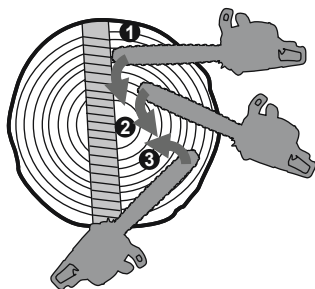

Рисунок 14. Схема розпилювання колоди із використанням зубчастого упору електропили.
2. Розпиляти колоду, занурюючи пилку в деревину методом обертання, використовуючи упор як додатковий важіль (рис. 14).